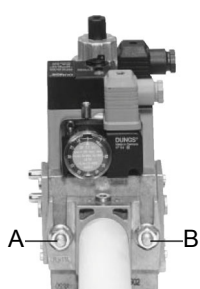
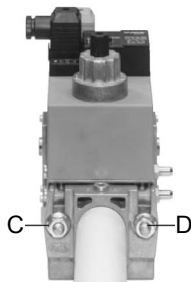
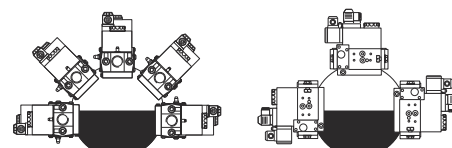

Рис. 3
Рис. 4
Рис. 6
- 3 Затянуть винты A, B, C и D (Fig. 3 - Fig. 4) соблюдая дистанции монтажа (Fig. 6)